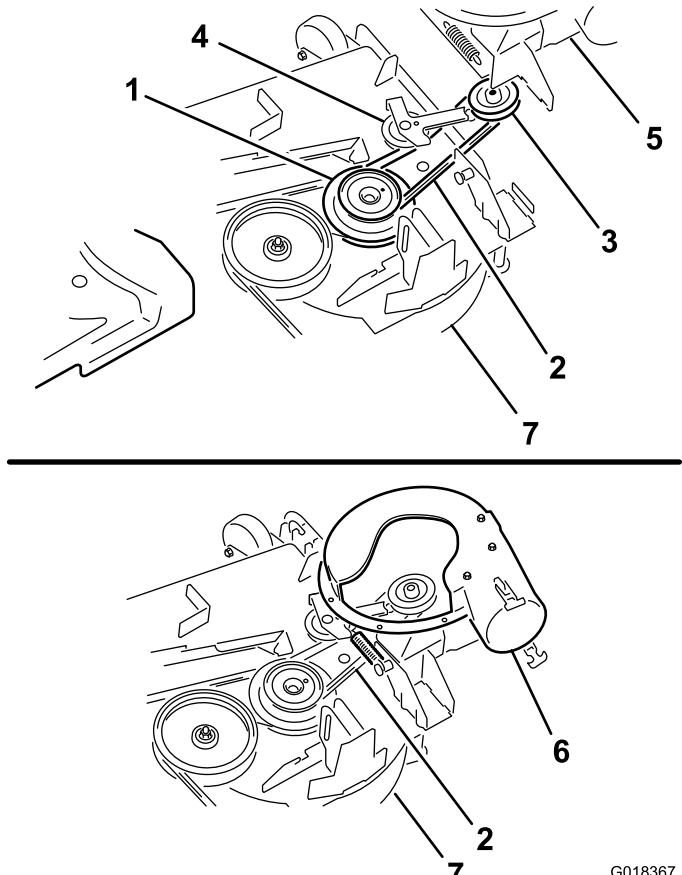

Figure 10
- Faites passer la courroie sous la poulie de tension (Figure 10).
- Retirez la courroie de la poulie d'entraînement (Figure 10).
1. Chaussez la courroie de ventilateur sur la poulie du ventilateur (Figure 10).
4. Faites passer temporairement la courroie sous la poulie de tension (Figure 10).
5. Acheminez la courroie autour de la poulie de tension (Figure 10).
7. Tirez sur la poulie de tension rappelée par ressort pour l'éloigner du tenon fixe et chaussez la courroie sur la poulie de tension (Figure 10).